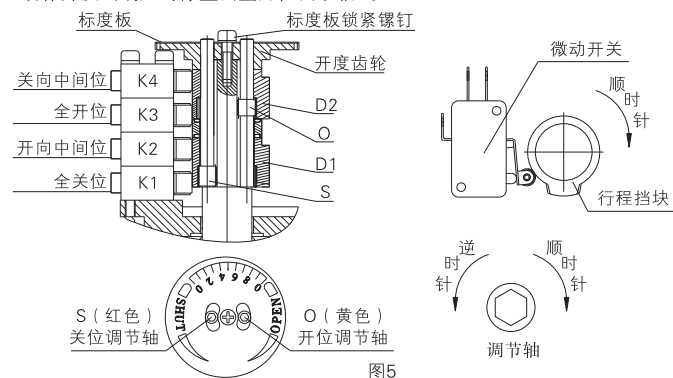
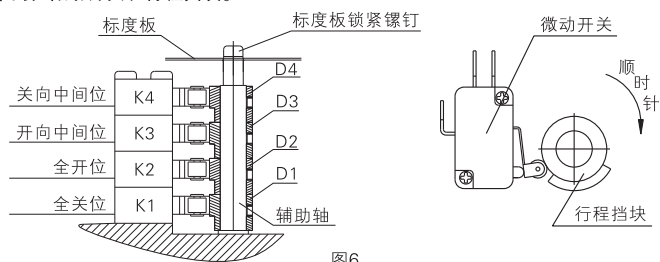

图5
图6
1、微量调节式电气限位的调整（图5）
①全关位调整：先用手柄驱动阀门至全关位，松开标度板锁紧螺钉，调整标度板，使指针指向刻度线0（SHUT向），并拧紧标度板锁紧螺钉。再用2mm内六角扳手顺时针方向调整关位调节轴S，带动行程挡块D1顺时针旋转触发K2、K1依次动作并发出响声，在K1动作并发出响声时停止调整关位调节轴S。
②全开位调整：先用手柄驱动阀门至全开位，使指针指向刻度线0（OPEN向），再用2mm内六角扳手逆时针方向调整开位调节轴O，带动行程挡块D2逆时针旋转触发K4、K3依次动作并发出响声，在K3动作并发出响声时停止调整开位调节轴O。
2、中间位置机型电气限位的调整（图6）
①D1调整：用手柄驱动阀门至全关位，松开标度板锁紧螺钉，调整标度板，使指针指向刻度线0（SHUT向），并拧紧标度板锁紧螺钉。松开行程挡块D1上的固定螺钉，顺时针方向转动D1使之与对应的微动开关K1刚刚发出动作响声时，停止转动D1并将D1的螺钉锁紧，固定行程挡块D1。
②D2调整：再用手柄驱动阀门至全开位，使指针指向刻度线0（OPEN向），松开行程挡块D2上的固定螺钉，逆时针方向转动D2，使之与对应的微动开关K2刚刚发出动作响声时，停止转动D2并将D2的螺钉锁紧，固定行程挡块D2。
③D3调整：用手柄驱动阀门至全开位后，再用手柄顺时针驱动阀门往关向运行2°，然后松开行程挡块D3上的固定螺钉，逆时针方向转动D3，并使K3动作发出响声，再锁定D3。
④D4调整：用手柄驱动阀门至全关位后，再用手柄逆时针驱动阀门往开向运行2°，然后松开行程挡块D4上的固定螺钉，逆时针方向转动D4，并使K4动作发出响声，再锁定D4。
①按制御盖内粘贴的控制回路图正确接通线路，确认无误后，打开电源。
②开关投向“关”，执行机构驱动阀门向关闭方向（顺时针）运行，直到全关位微动开关K1动作，电动执行机构停转。
③开关投向“开”，执行机构驱动阀门向全开方向（逆时针）运行，直到全开位微动开关K3动作，（图5中K3动作，图6中K2动作）。
④经过以上调整，如果开度计指示状态与阀门实际位置不符，可松开标度板中央固定螺钉重新调整标度板位置使阀门指示正确。